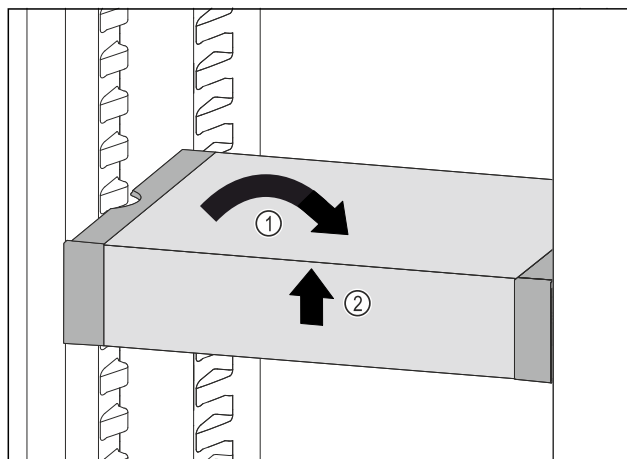

Fig. 79
- ▶ Placer VarioSafe lige. Fig. 79 (1)
- ▶ Løft VarioSafe op foran. Fig. 79 (2)